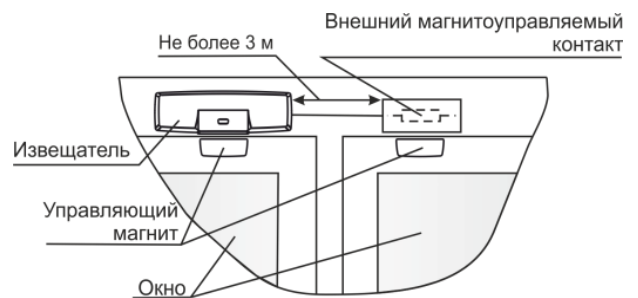

Рисунок 4
#### 8.1.3 Вариант размещения извещателя на окне (рисунок 4)
- Для контроля **встроенного и внешних** магнитоуправляемых контактов (рисунок 4) установить перемычку на вилку **Ext**.